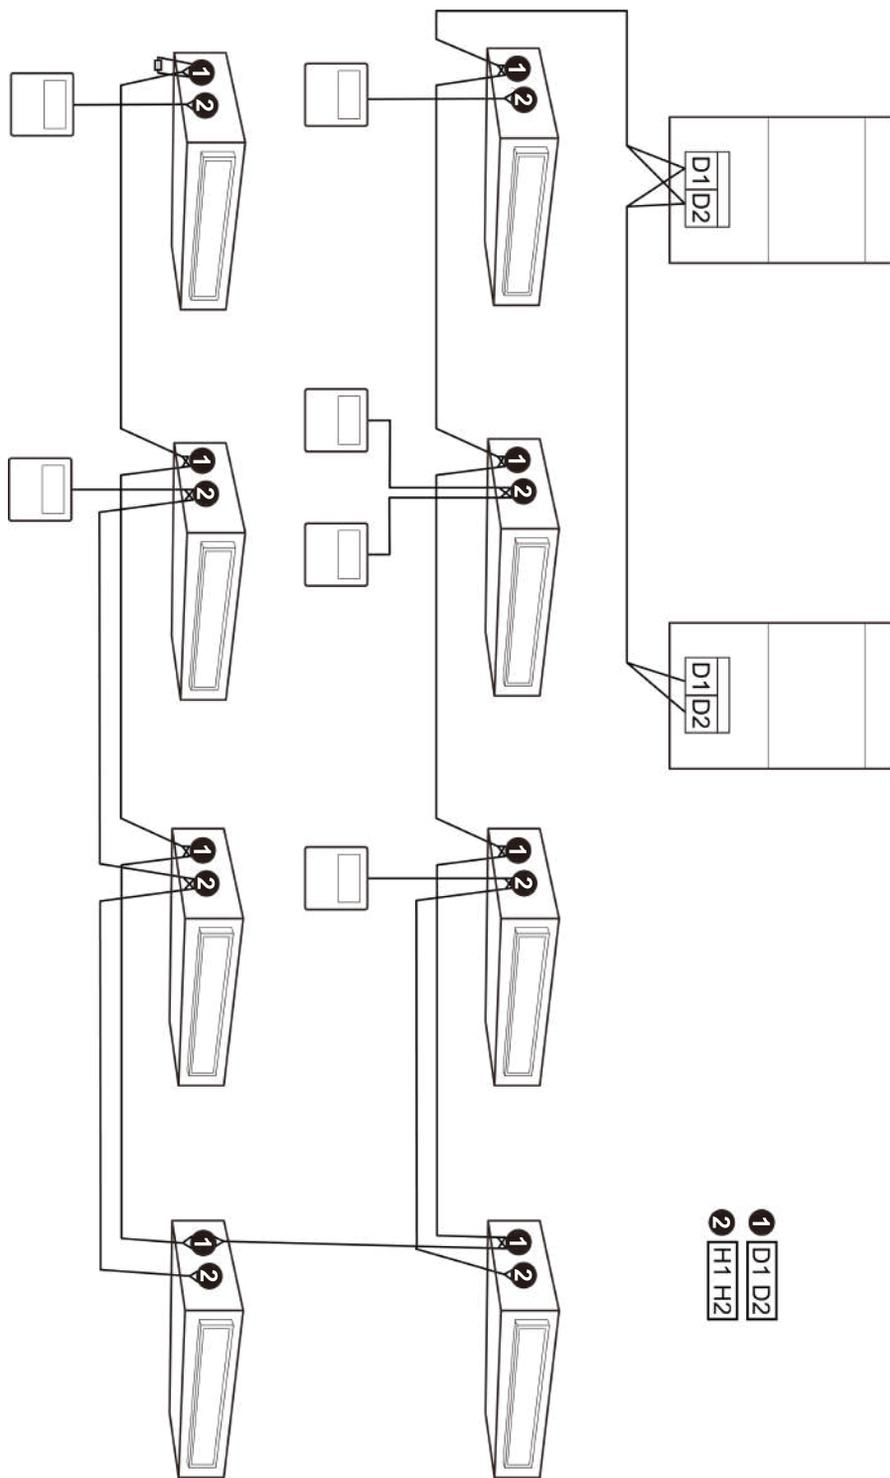

Рис.5.5
- (1) Дріт зв'язку внутрішнього блоку та зовнішнього блоку (або внутрішнього блоку) під'єднується до D1, D2.
- (2) Дротовий контролер підключається до H1, H2.
- (3) До одного внутрішнього блоку можна підключити два дротових контролери, які мають бути встановлені як головний і підлеглий.
- (4) Один дротовий контролер може керувати максимум 16 внутрішніми блоками одночасно. (Як показано на рис.5.5).